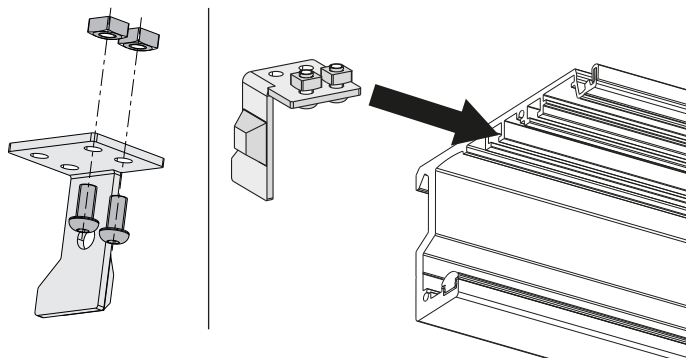

fig. 13
- posizionare le squadrette per determinare la corsa dell'anta mobile (vedi fig. 13), nei lati più esterni della trave;
- *Position the brackets to determine the stroke of the moving leaf (see fig. 13), in the most external positions of the beam;*